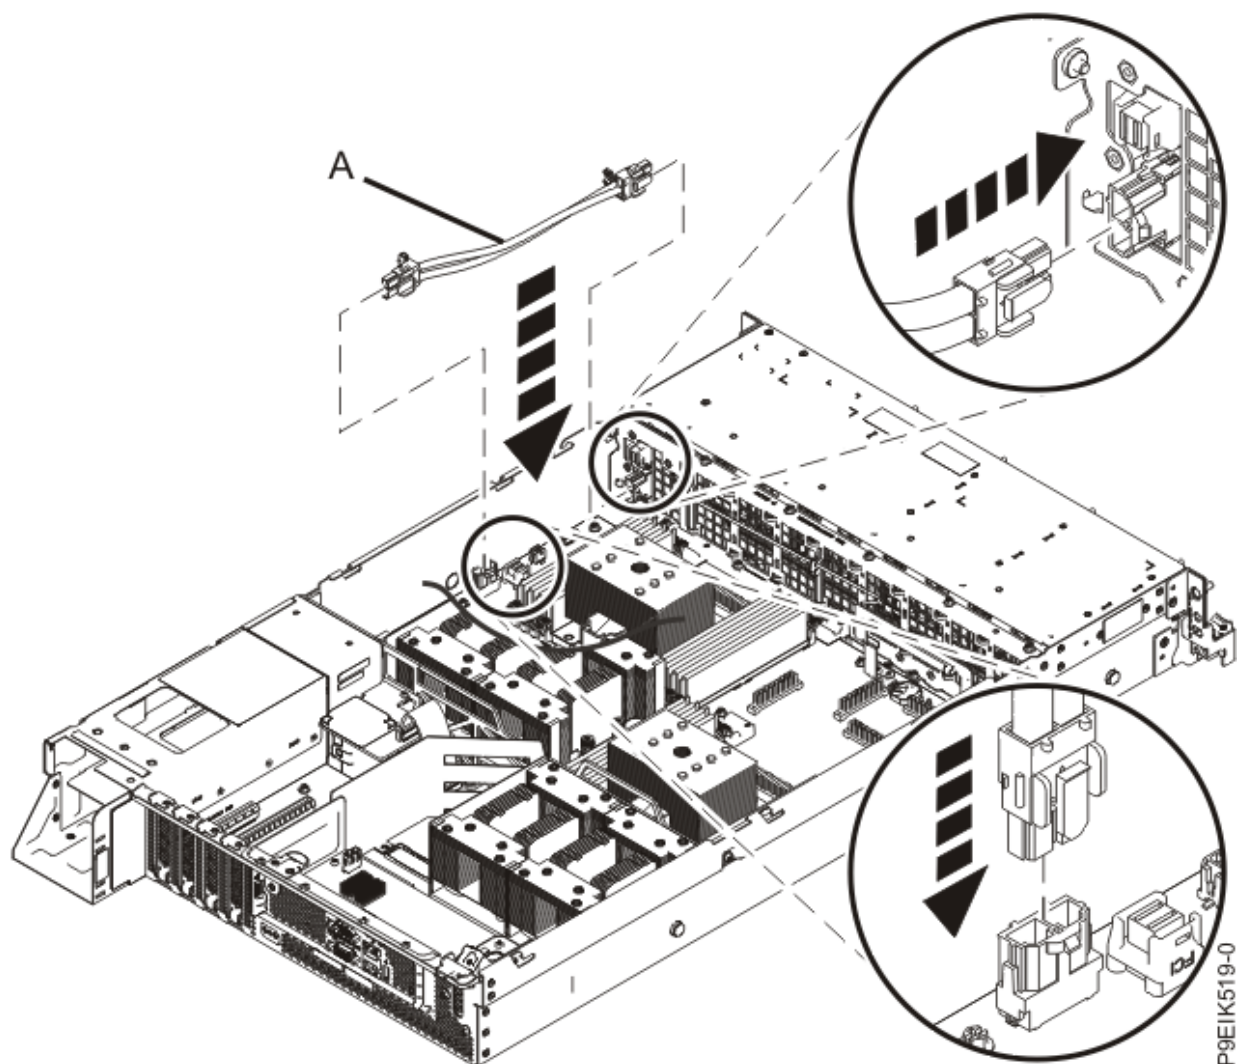

Figura 83. Instalación del cable de alimentación del ventilador
2. Dirija el extremo del conector del cable de alimentación del ventilador (**A**) a través de la abertura y conéctelo a la tarjeta de expansión de alimentación como se muestra en la Figura 83 en la página 92.
3. Conecte el otro extremo del cable de alimentación del ventilador a la tarjeta de la unidad de disco y del ventilador como se muestra en la Figura 83 en la página 92.